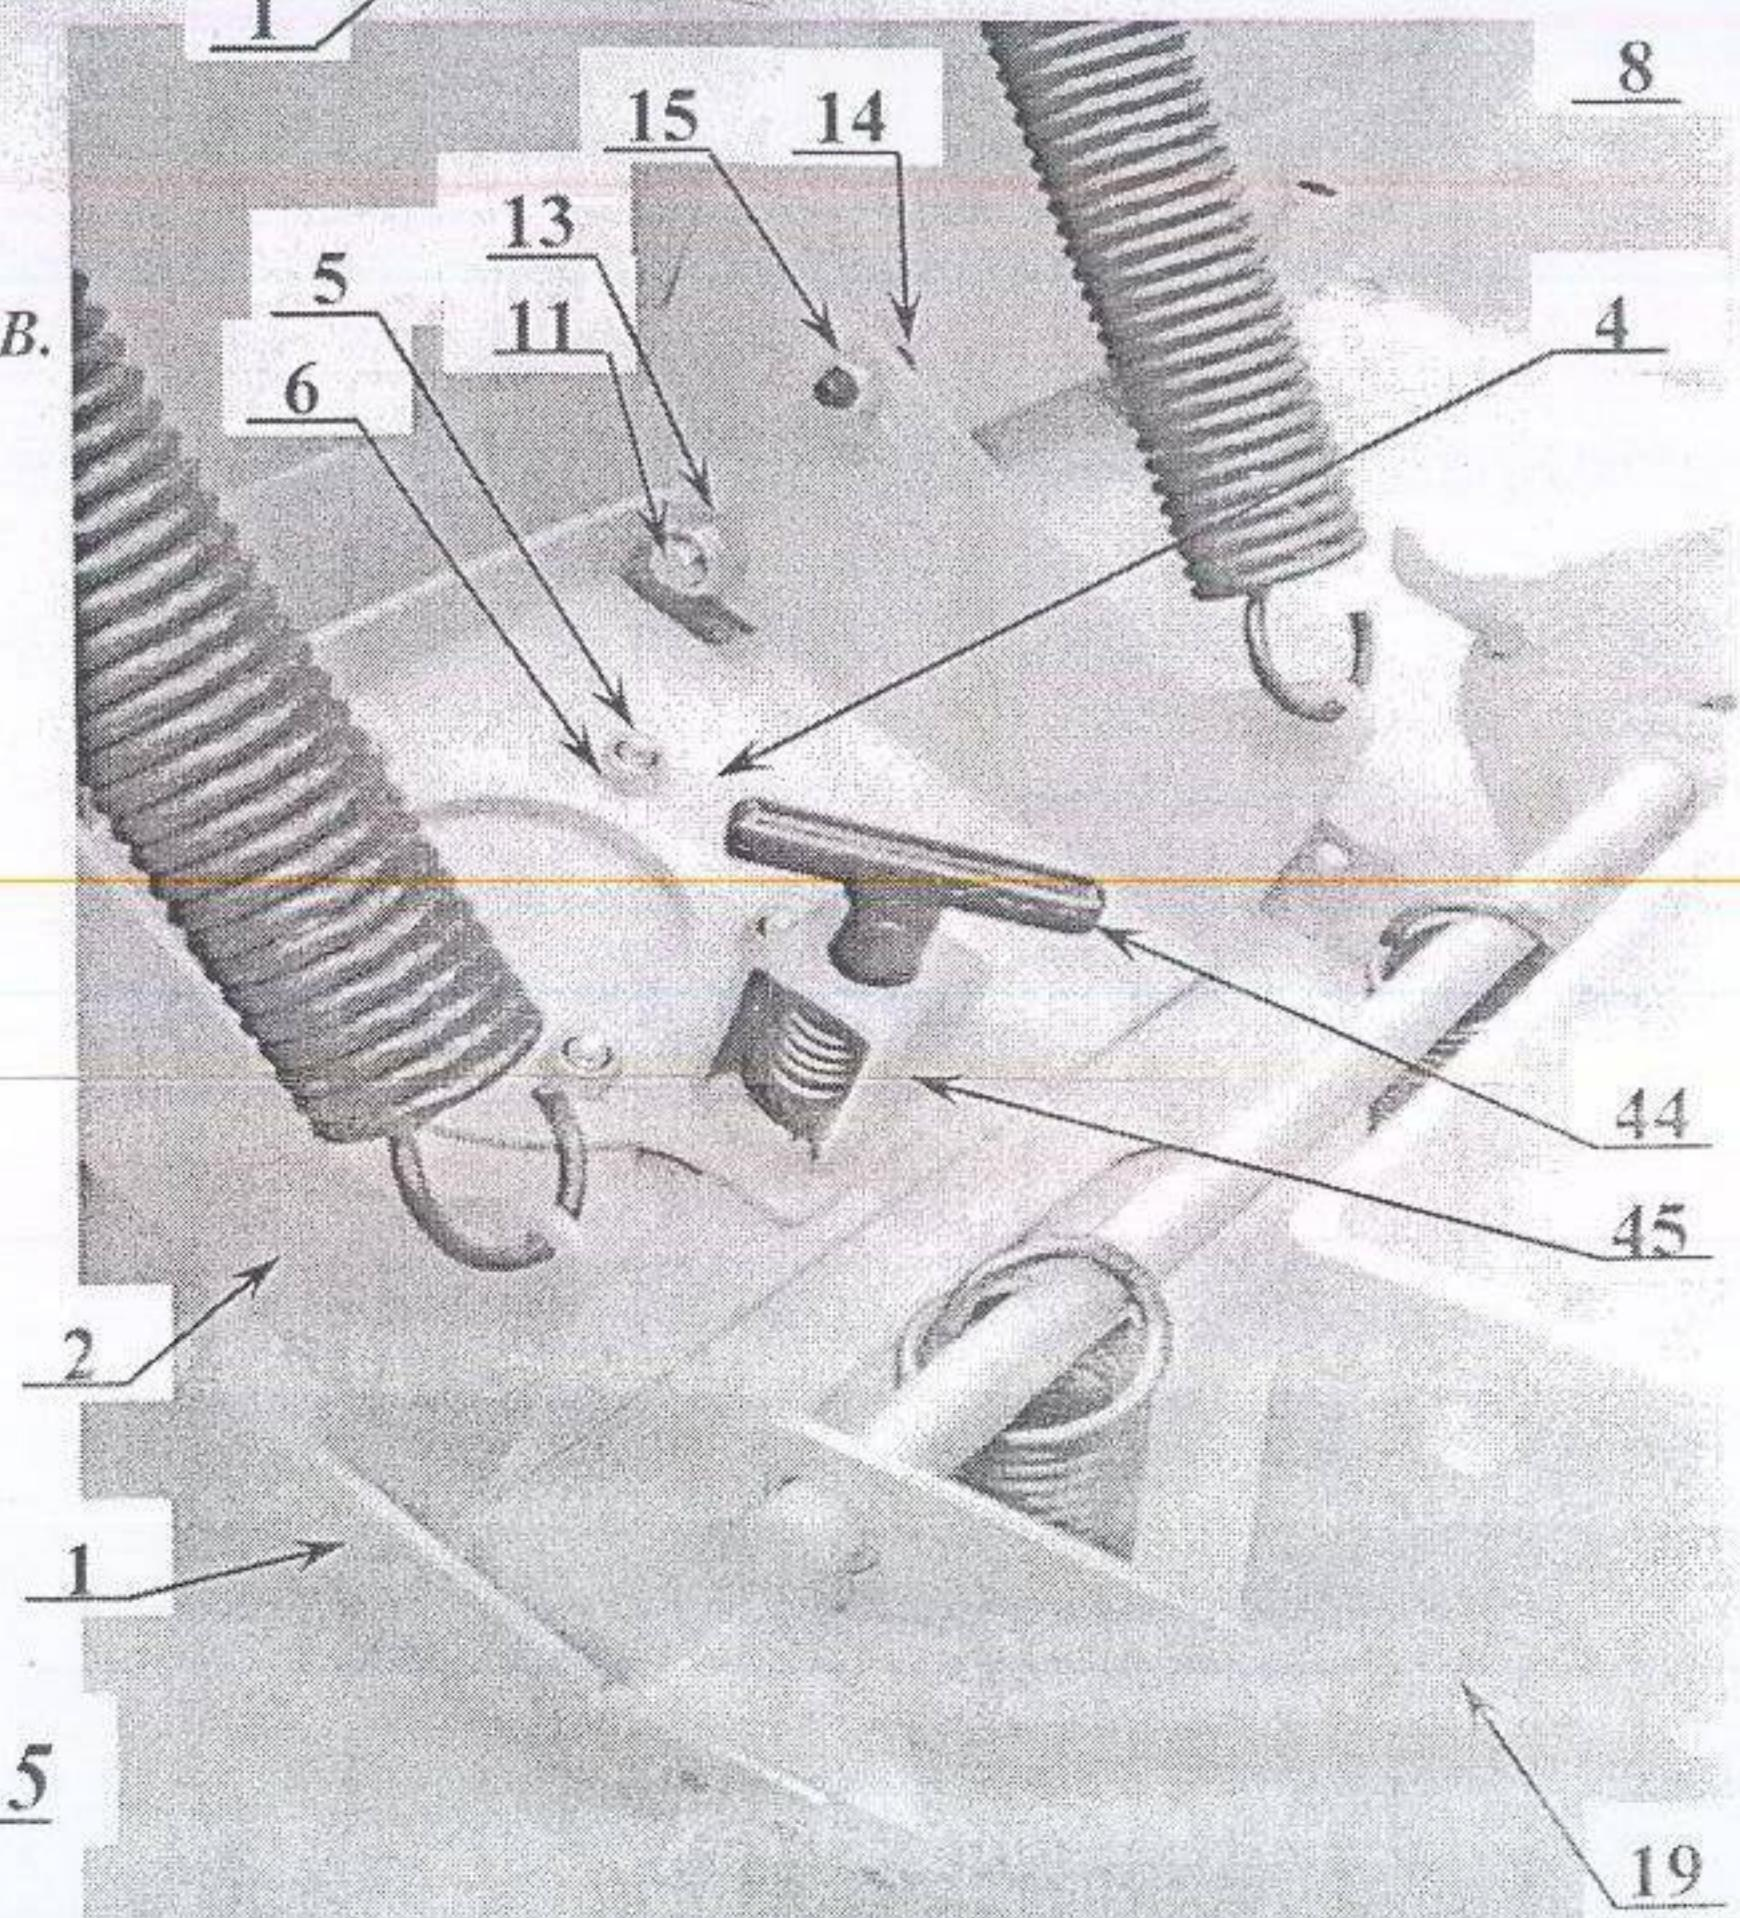

Рис.5
1. Присоединить платформу поворотную (2) к раме подъёмной (1), вставив в центральное отверстие платформы (2) кольцо (3) и прижав сверху фланцем (4).
2. Сборку зафиксировать болтами M10 (5) с самоконтрящимися гайками (6) – см. рис.5.
Если упоры (14) изначально в состоянии поставки не установлены, то их следует установить в соответствующие отверстия платформы (2) как показано на рис.4 и 5. Отверстия выбираются в зависимости от требуемого угла наклона отвала (8). Упоры фиксируются на платформе (2) при помощи гаек (15) – см. рис.5.
Для фиксации отвала (8) от поворота в горизонтальной плоскости служит фиксатор (44), установленный в гнезде (45) фланца (4) – см. рис.5.